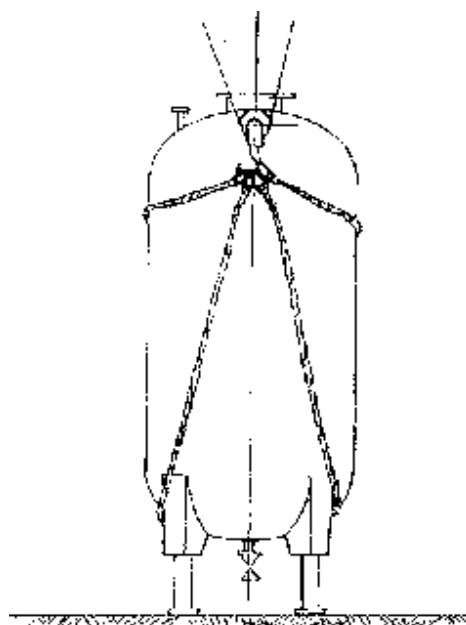

Fig. 24
5) POSIZIONAMENTO DELLA CISTERNA (VEDI FIG. 24).